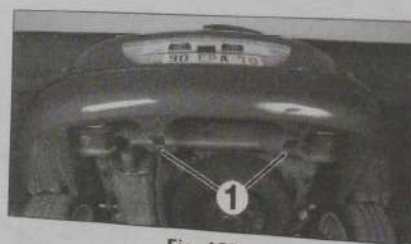

Fig. 187
- les vis de fixation (1) (Fig. 187).